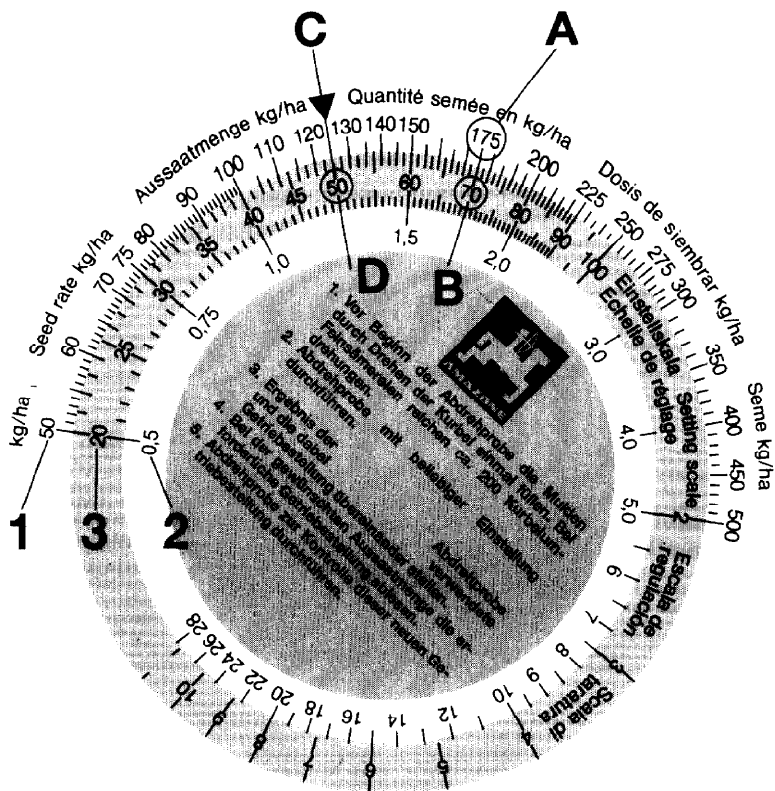

Fig. 3
Den **første** indsåningsprøve giver i regelen endnu ikke den ønskede udsåningsmængde. Med værdierne fra den **første** indsåningsprøve kan det rigtige gearindstill.-nr. dog let bestemmes ved hjælp af den vedlagte regneskive (fig. 3). Regneskiven består af tre skalaer. En ydre hvid skala (fig. 3/1) for alle udsåningsmængder over 30 kg/ha og en indre hvid skala (fig. 3/2) for alle udsåningsmængder under 30 kg/ha. På den midterste farvede skala (fig. 3/3) er gearindstillings-numrene fra 1 til 100 angivet.
- Udsåningsmængden 175 kg/ha (fig. 3/A) og gearindstillings-nummeret „70“ (fig. 3/B) stilles ud for hinanden på regneskiven.
- På regneskiven aflæses nu gearindstillings-nummeret for den ønskede udsåningsmængde på 125 kg/ha. (fig. 3/C).
- I vores eksempel er gearindstillings-nummeret „50“ (fig. 3/D).